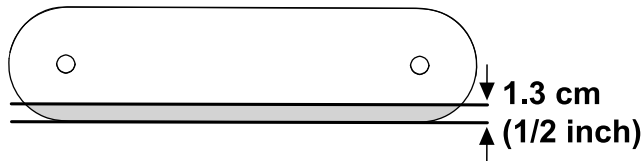

Figure 19
1. Après avoir déposé la plaque de support, coupez 1,3 cm en arrière de la face avant et retirez la zone grisée comme montré à la Figure 19.